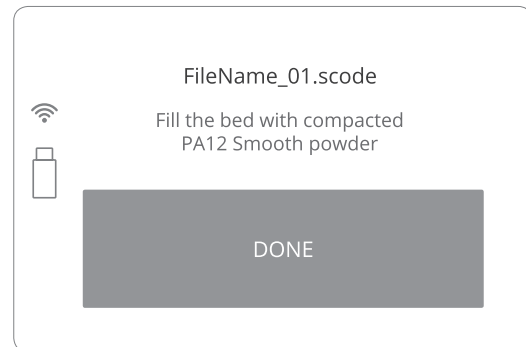

Bild 18. Füllen Sie das VORSCHUBBETT – Bildschirm.
8. Nachdem der Neupositionierungsvorgang der BETTEN abgeschlossen ist, werden Sie aufgefordert, das VORSCHUBBETT mit Pulver zu füllen (Bild 18). Komprimieren Sie das Pulver mit einem speziellen Werkzeug aus der Zubehörbox. Um dies zu tun: